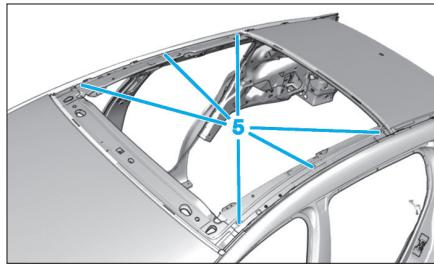

Fig. 12
- Positionner les cales d'épaisseur (5) comme à l'origine (Fig.12).